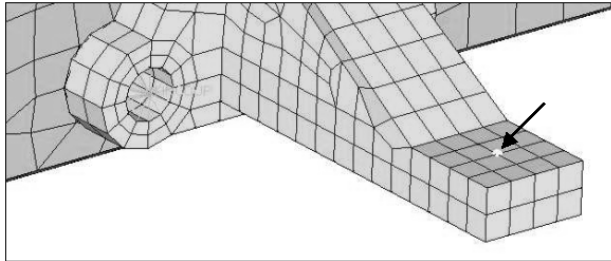

图 10-5 选择力的加载点
- (1) 在图形区域, 单击图 10-5 所示节点。
- (2) 在大小 magnitude 输入框中输入-100。
- (3) 选择方向为 z-axis。
- (4) 单击 create 按钮。
- (5) 单击 return 按钮, 返回 Step Manager Load Step 窗口。